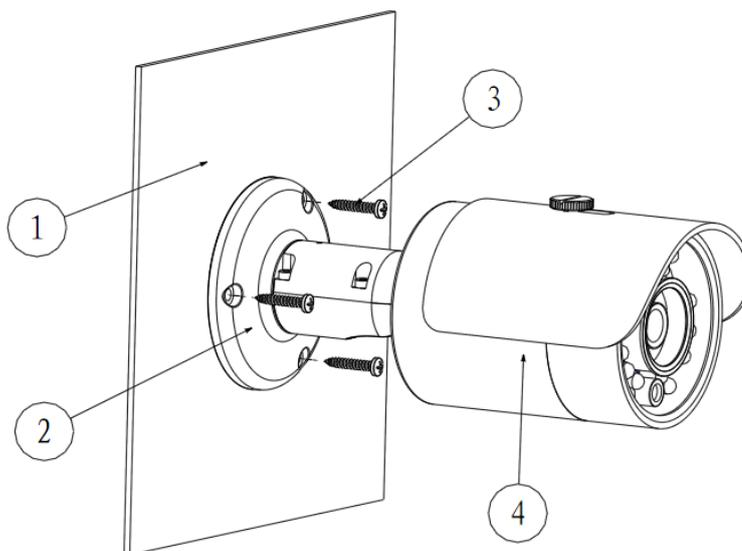

Рисунок 3-1
На Рисунок 3-1, ①Установочная поверхность; ②Кронштейн; ③Винты; ④Камера.